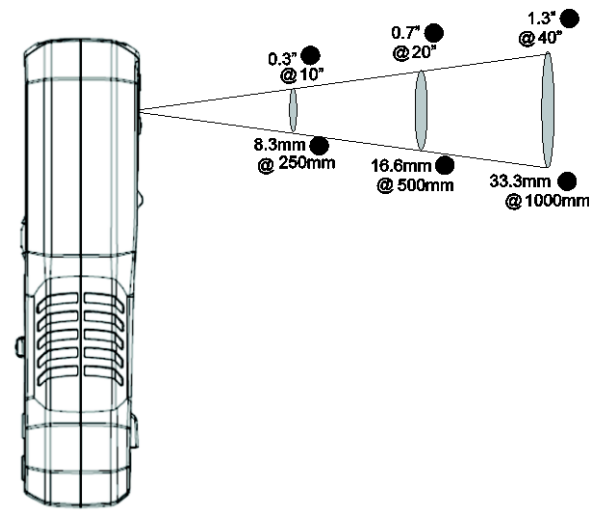

Fig. 8-2 Avstand-til-punkt-forhold 30:1
6. Avstand-til-punkt-forholdet for kameraet er 30:1, som betyr at målingsstedet alltid er 30 ganger mindre enn avstanden fra måler til punkt (på en avstand på 30 tommer, "ser" måleren et målepunkt på 1 tomme). Se **Fig. 8-2**.